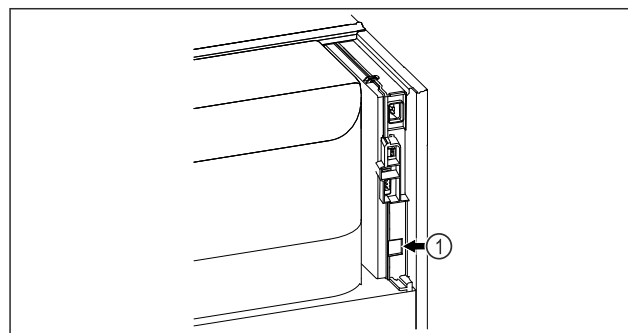

Fig. 171
- ❑ SmartModule Fig. 171 (1) se rabi.